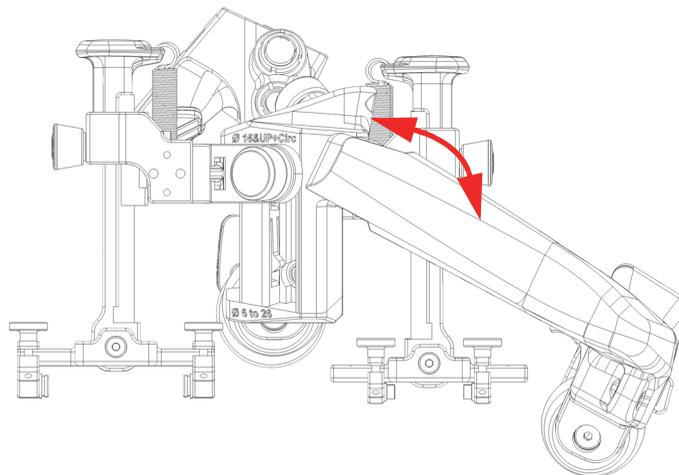

Figure 2-4 Cadre en position pivotée pour l'inspection circconférentielle sur des tuyaux d'un diamètre de 406,4 mm et moins
Lorsqu'elles sont suffisamment desserrées, les molettes s'éjectent des filets et restent attachées au scanner (Figure 2-4 à la page 43).
2. Faites pivoter le cadre vers le haut dans la position souhaitée jusqu'à ce que les molettes s'enclenchent dans le cadre en vous assurant de ne pas excéder la limite de déplacement maximale (Figure 2-4 à la page 43).